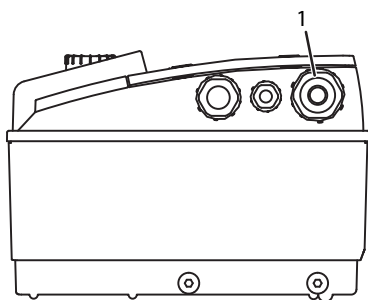

Fig. 22: Presetupa cablurilor M25
- Cablul de alimentare trebuie introdus prin presetupa cablurilor M25 (fig. 22, poz. 1).